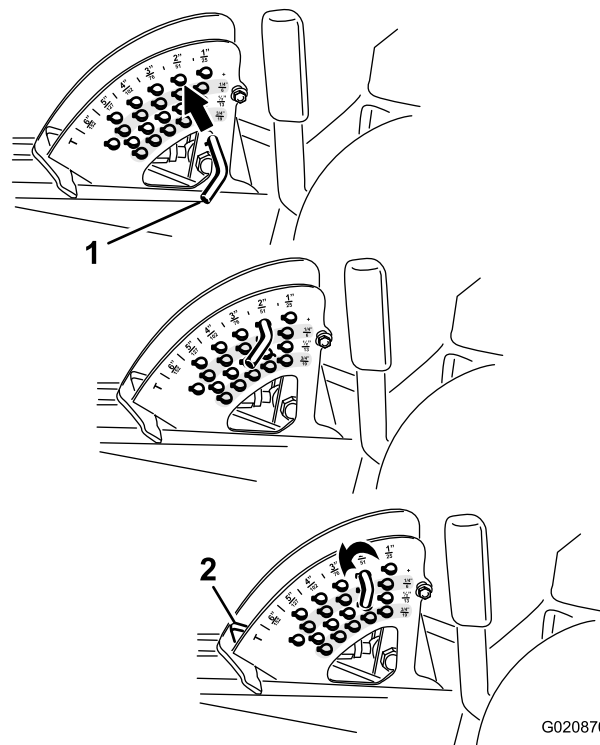

Figura 20
Nota: Per bloccare il piatto di taglio in posizione sollevata, sollevatelo oltre la posizione di 15,2 cm, togliete la spina di fermo dell'altezza di taglio e inseritela nella posizione dell'altezza di taglio di 15,2 cm (Figura 20).
fori della staffa dell'altezza di taglio, e toglitela (Figura 20).
3. Nella staffa dell'altezza di taglio scegliete un foro corrispondente all'altezza di taglio richiesta, inserite la spina e bloccatela per mantenere questa posizione (Figura 20).
Nota: Vi sono 4 file di fori di posizionamento (Figura 20). La fila superiore fornisce l'altezza di taglio elencata sopra la spina. La seconda fila fornisce l'altezza elencata più 6 mm. La terza fila fornisce l'altezza elencata più 13 mm. La fila inferiore fornisce l'altezza elencata più 19 mm. La posizione di 15,2 cm ha un solo foro, situato nella seconda fila, che non aggiunge 6 mm alla posizione.